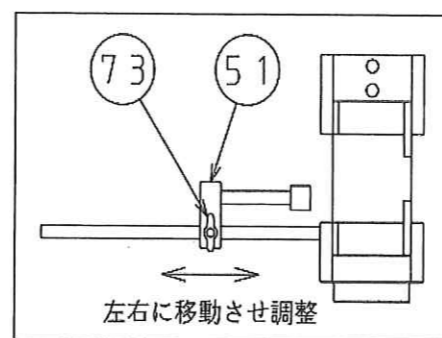

図16
脱皮寸法の調整は、③の蝶ネジを緩め、⑤のあたりを左右に移動させ調整する(図16)。